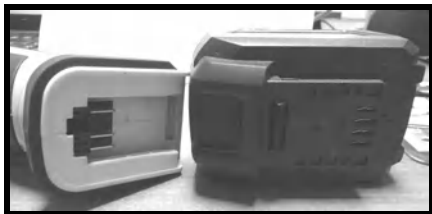

Рис.2
3.1. Установка аккумулятора (Рис.2, 2а,2б)
Рис.2а
Рис.2б